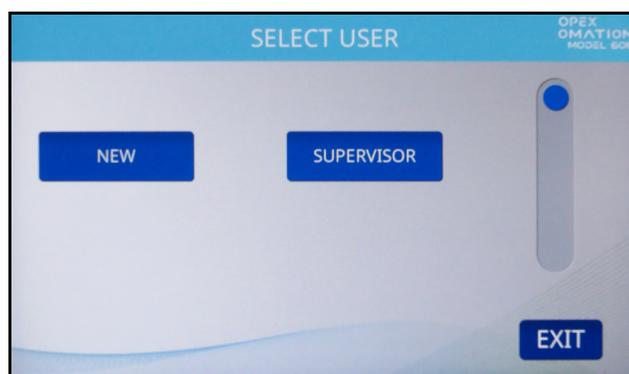

図 5-3 : ユーザーの選択画面
3. ユーザーログインを選択します。新しい OM606 には、2 つのデフォルトユーザーが含まれます (図 5-3)。